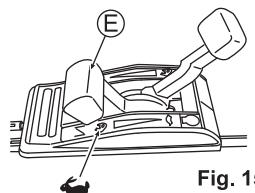

Fig. 15
- Placez la manette des gaz (E) en position "GO" pour commencer à tondre. (Voir Fig. 15)